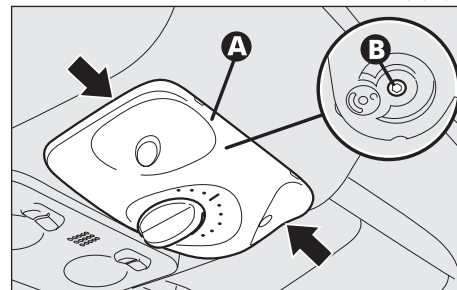

fig. 125
- en faisant levier aux points indiqués par les flèches, enlever l'écusson (**A-fig. 125**);